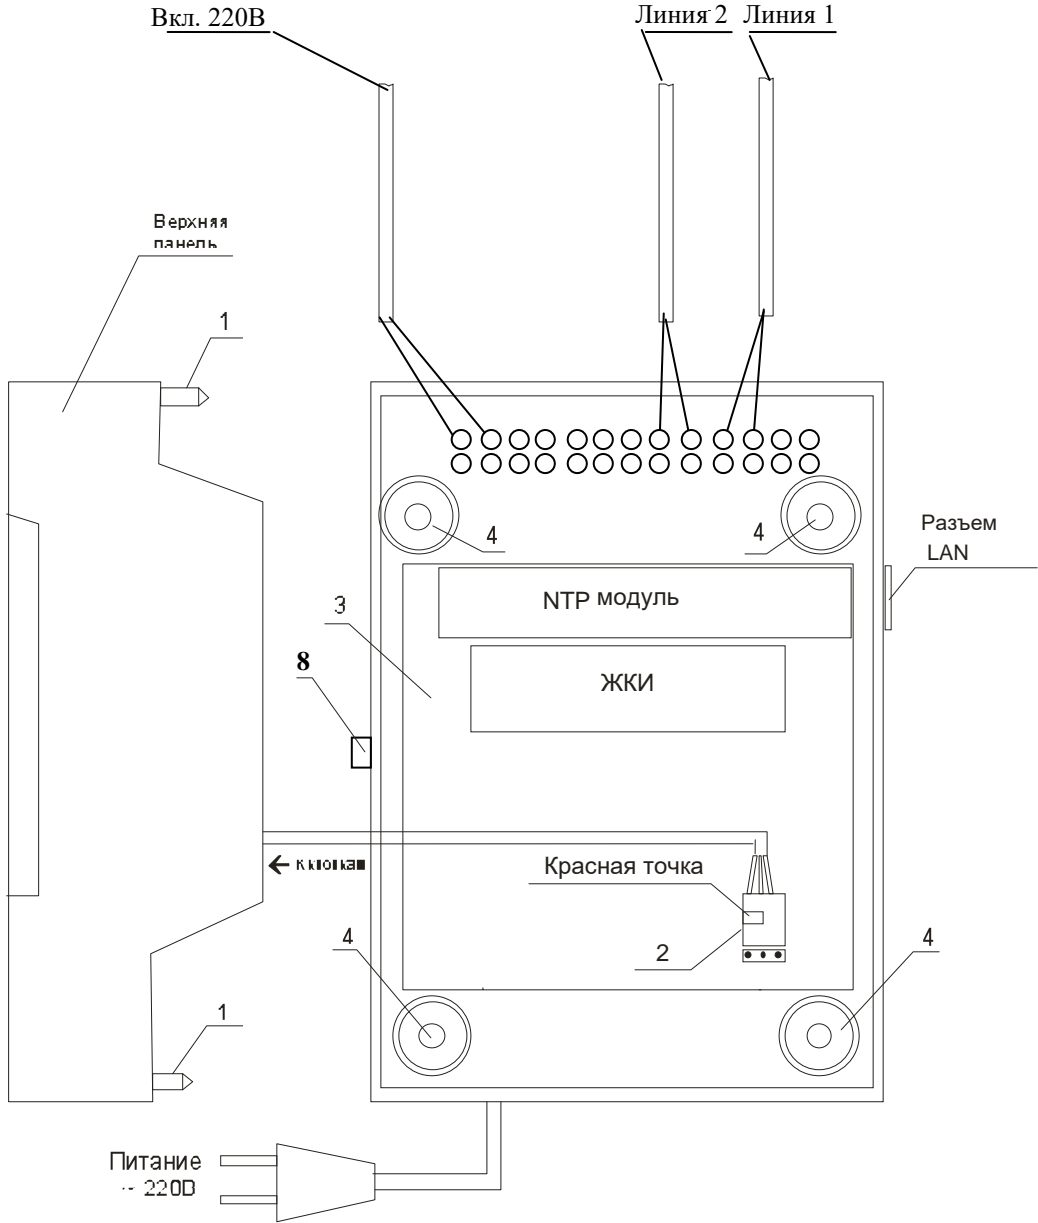
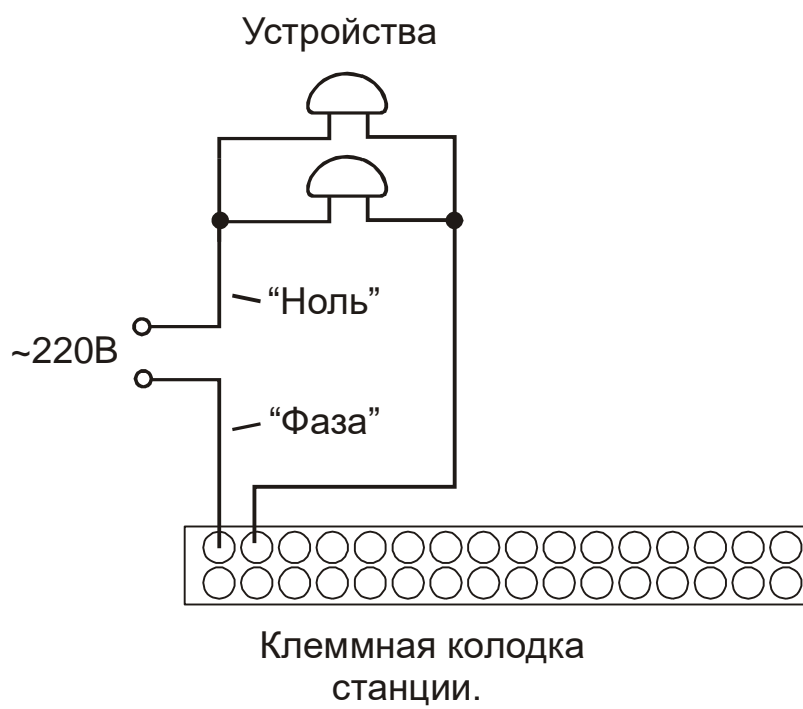

Рис. 1.
Рис. 2.
Все коммутируемые часовой станцией внешние устройства должны быть соединены по схеме рис. 2. При этом для питания внешних устройств необходимо использовать внешнее электропитание 220 В, независимое от электропитания часовой станции.
4.1. Выверните четыре винта 1, расположенных на верхней панели ЧС (см. Рис.1). Осторожно снимите верхнюю панель и отсоедините разъем 2, соединяющий кнопки с печатной платой 3.
4.4. Подсоедините линии вторичных часов в соответствии со схемой рис. 1, линию включения внешних устройств – в соответствии со схемой рис. 1 и рис. 2.